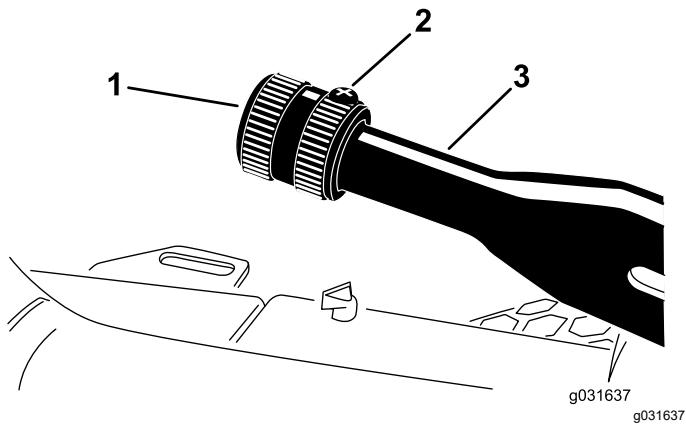

Bild 60
1. Lockern Sie die Stellschraube, mit der das Handrad am Feststellbremshobel befestigt ist (Bild 60).